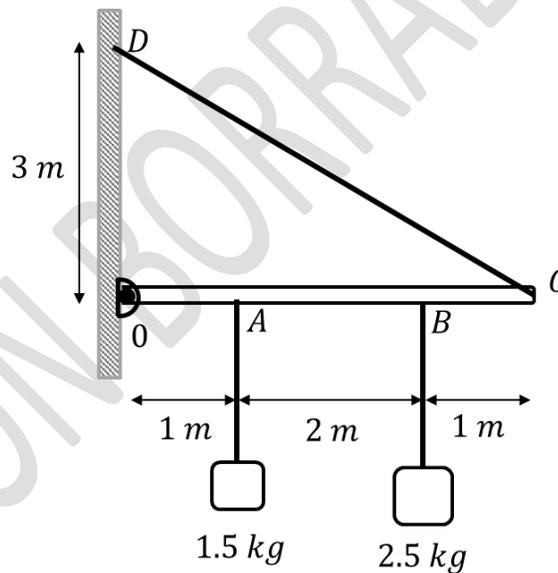

Fig. 4.18.
4.9.- Una barra de 3 (kg) y largo 4 (m) se mantiene en equilibrio por medio de un pasador O y una cuerda. Dos masas de 1.5 (kg) y 2.5 (kg) cuelgan de la barra tal como lo indica la Fig. 4.18. Calcular: